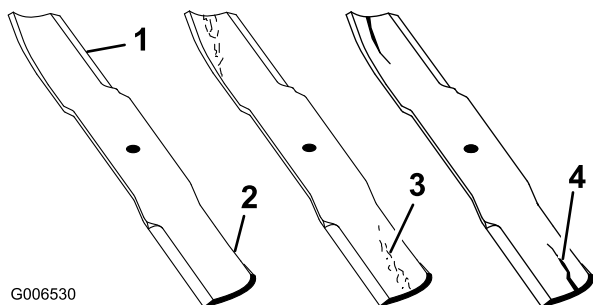

Figure 76
1. Examinez le tranchant des lames (Figure 76). Si les lames ne sont pas tranchantes ou si elles présentent des indentations, déposez-les et aiguisiez-les. Voir Affûtage des lames.
2. Inspectez les lames, surtout la partie relevée. Remplacez immédiatement toute lame fendue, usée ou qui présente une entaille (Figure 76).